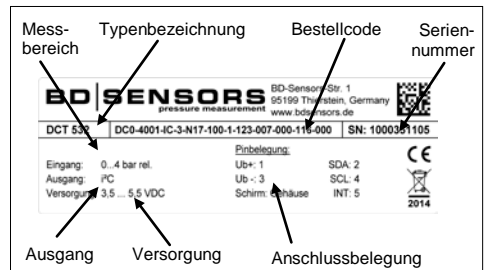

Abb. 1 Typenschild
- Vergewissern Sie sich, dass Ihr Gerät als Sonderausführung für Sauerstoff-Anwendungen bestellt und entsprechend geliefert wurde. Am einfachsten können Sie dies anhand des Typenschildes überprüfen (vgl. Sie hierzu Abb. 1). Endet Ihr Bestellcode mit den Ziffern "007", ist Ihr Gerät für die Sauerstoff-Anwendungen geeignet. |